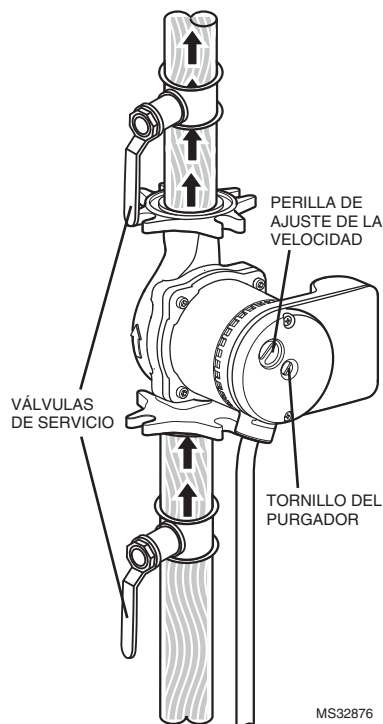

Fig. 9. Purgue el circulador aflojando el tornillo del purgador.
- Gire la perilla de ajuste de la velocidad en sentido horario para aumentar la velocidad (consulte la Fig. 9).
|                             | El rotor/eje se atascó.                                     | <ul style="list-style-type: none"> <li>Aleje la bomba del suministro eléctrico.</li> <li>Quite el tornillo del purgador (consulte la Fig. 9).</li> <li>Gire el eje en sentido horario con un destornillador pequeño.</li> <li>Enrosque el tornillo del purgador.</li> <li>Encienda la bomba.</li> </ul> |